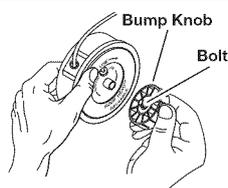

Рис. 13
1. Удерживайте внешнюю часть головки одной рукой, как показано на Рис. 13, открутите ударную кнопку против часовой стрелки. Осмотрите болт во внутренней части ударной кнопки, он должен свободно перемещаться. Замените ударную кнопку, если она повреждена.
1. Удерживая корпус головки одной рукой, открутите ударную кнопку против часовой стрелки. Осмотрите болт во внутренней части ударной кнопки, он должен свободно перемещаться. Замените ударную кнопку, если она повреждена (Рис. 13).